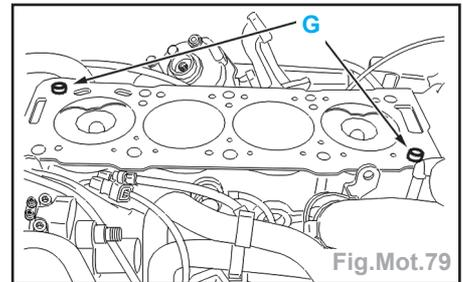

Fig.Mot.79
- Vérifier la présence des goupilles (G) (Fig.Mot.79).